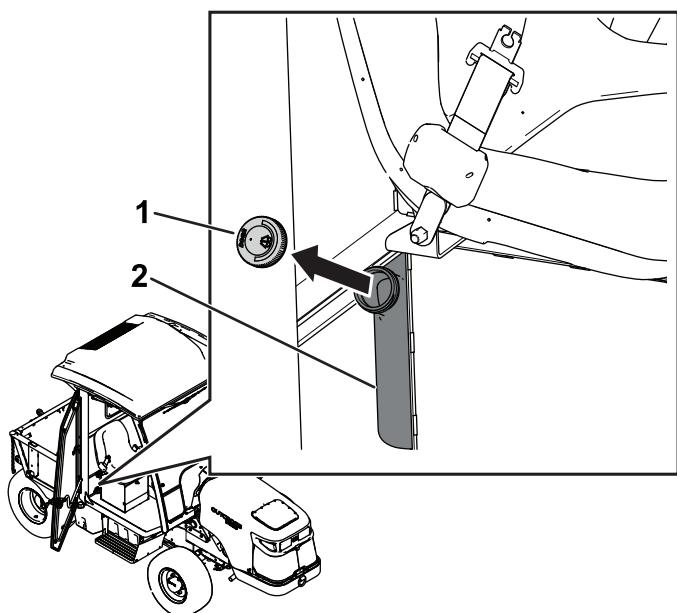

Figura 119
1. Retire a tampa do reservatório (Figura 119).